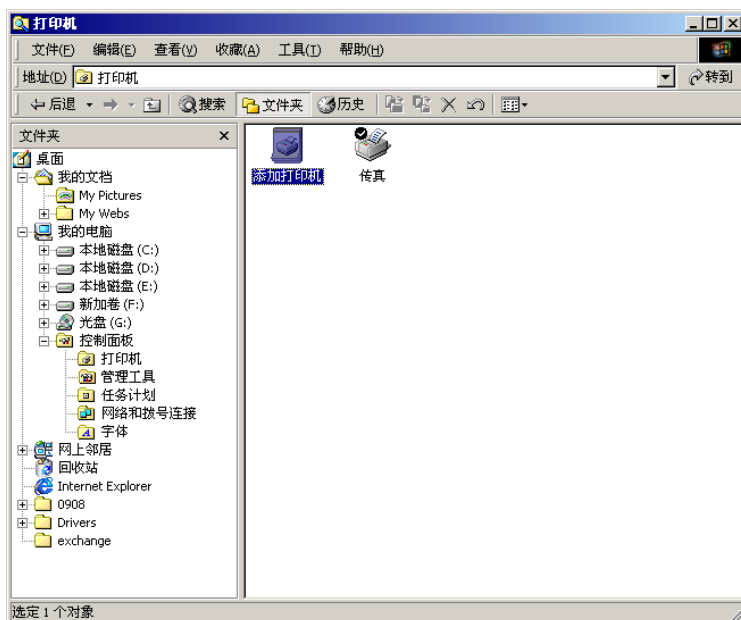

图 3-7
4. 从“文件管理器”、“我的电脑”或“资源管理器”，进入“控制面板”，单击“打印机”，选择“添加打印机”，如图 3-7 所示。